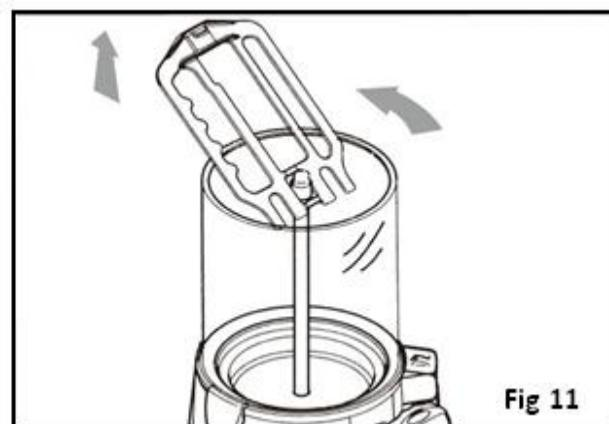

Fig 11
- Incline la paleta mezcladora y deslícela hacia arriba, como muestra la Fig. 11, para extraerla por completo